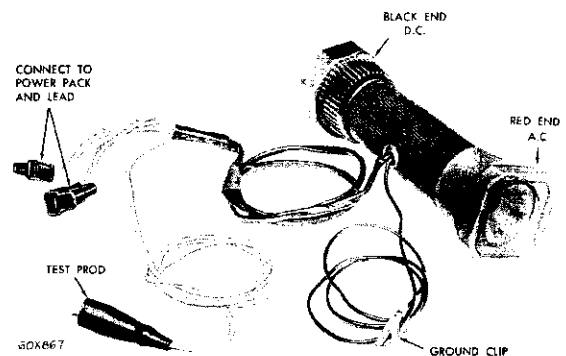

Fig. 93—Testing Tool C-3764
52. INSTRUMENT TESTING (With Tool C-3764) (Fig. 93)